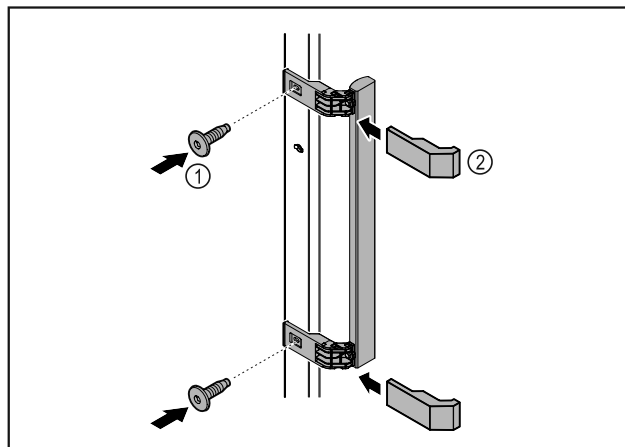

Fig. 7
- ▶ Rokturi no atsevišķā piederumu iepakojuma ar klāt pievienoto skrūvju Fig. 7 (1) palīdzību piestipriniet pie durvīm.
- ▶ Uzlieciet pārsegu Fig. 7 (2).